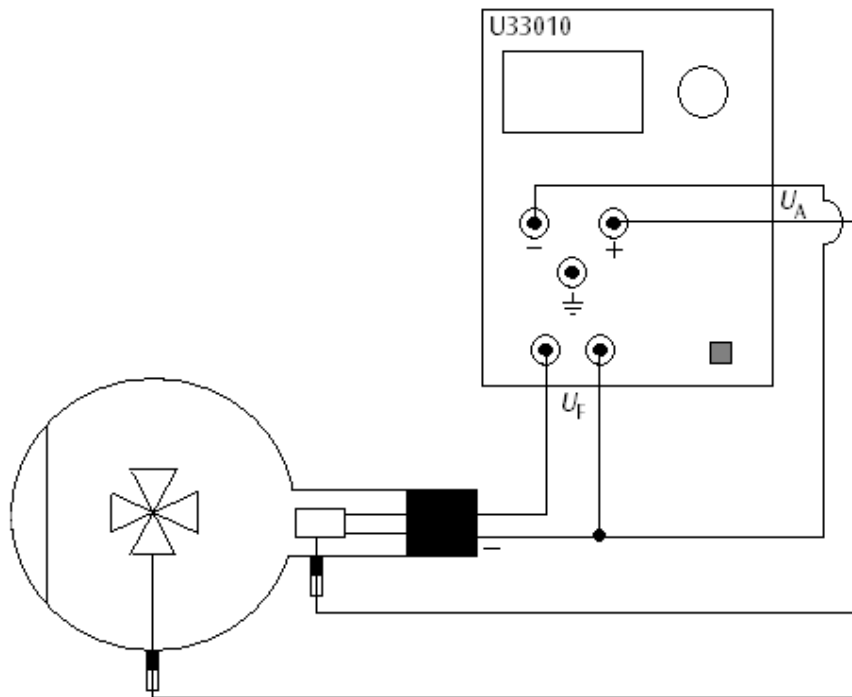

Fig. 1 Propagation rectiligne des rayons électroniques
- Procédez au câblage comme le montre la figure 1. Branchez le pôle négatif de la tension anodique à la borne de 4 mm marquée du signe « moins » sur le col du tube.